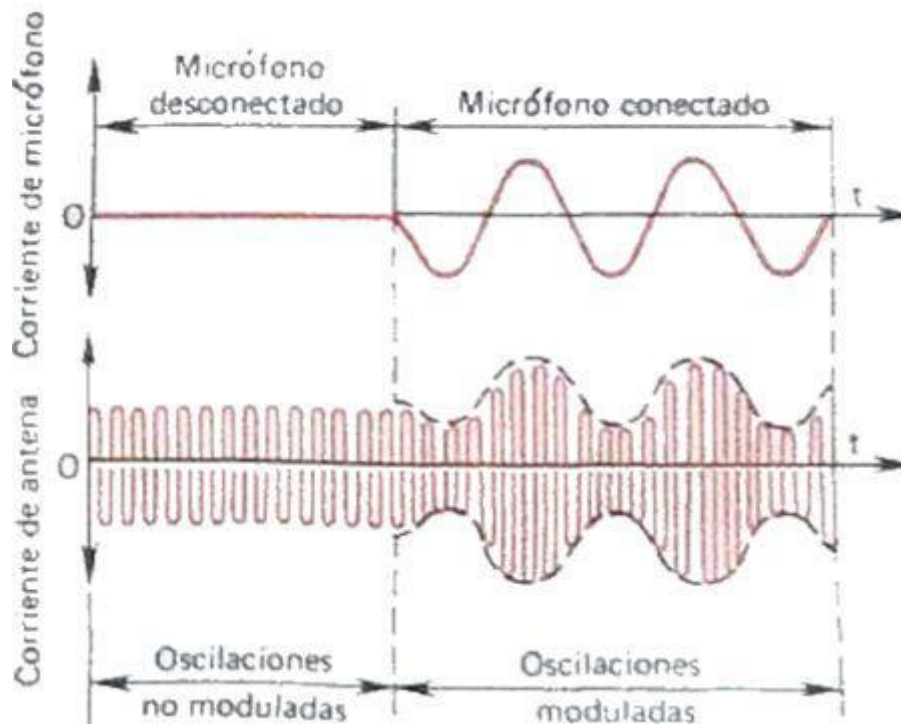

Figura 19. Al actuar el sonido sobre el micrófono, la amplitud de la corriente de alta frecuencia en la antena del transmisor, varía.
Aquí hay cinco aparatos y dispositivos fundamentales: el micrófono del estudio, el amplificador de audiofrecuencia (AF), el generador de oscilaciones de radiofrecuencia (RE), el amplificador de potencia de las oscilaciones de radiofrecuencia y de antena, que radia la energía electromagnética de las ondas de radio. Mientras el micrófono del estudio no está conectado, a la antena llega corriente de alta frecuencia (portadora) y amplitud rigurosamente constantes (véanse las partes izquierdas de las gráficas en la Figura 19).
¿Qué ocurre durante este tiempo en el transmisor de la estación de radio? Las oscilaciones de audiofrecuencia creadas en el micrófono y amplificadas en el amplificador (AL) del estudio, llegan al llamado modulador, que forma parte del amplificador de potencia del transmisor y allí, actuando sobre la corriente de alta frecuencia del generador, hacen que varíen las amplitudes de las oscilaciones. A causa de esto varía la energía electromagnética que radia la antena del transmisor (véanse las partes derechas de la gráficas en la Figura 19).